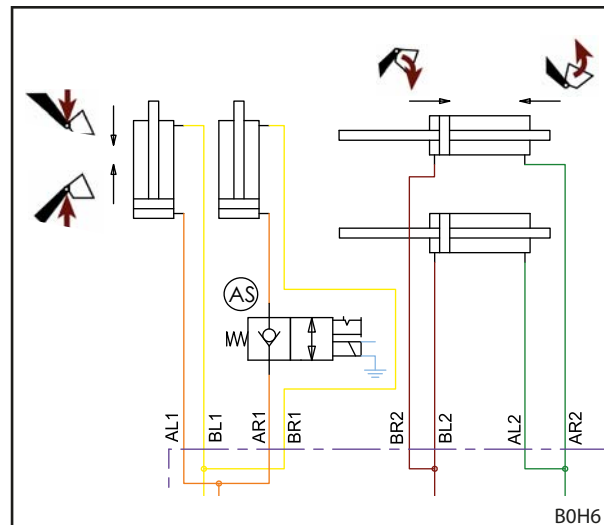

Fig. 135 Schema idraulico protezione antiabbassamento
**i** Fig. 135 mostra una piccola sezione dello schema idraulico della protezione antiabbassamento opzionale. Il resto dello schema idraulico corrisponde a seconda del caricatore frontale alla raffigurazione in 11.4.1 Piano idraulico FS e 11.4.2 Piano idraulico FZ ed FZ-L.